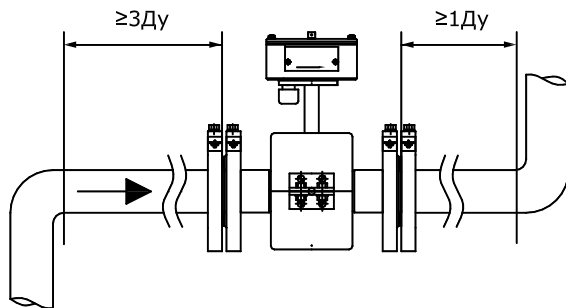

Рис. 8.4
8.2.6 Расходомер необходимо располагать в той части трубопровода, где пульсации и завихрения минимальные. При установке расходомера необходимо обеспечить прямолинейные участки трубопровода длиной не менее  $3 D_u$  до и  $1 D_u$  после ППР (см. рис. 8.4).